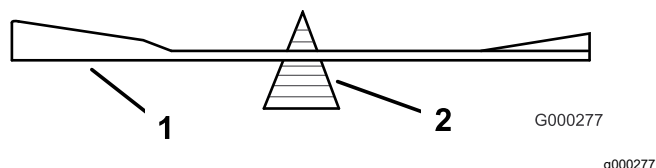

Figure 27
2. Vérifiez l'équilibre de la lame en la plaçant sur un équilibreur (Figure 27).